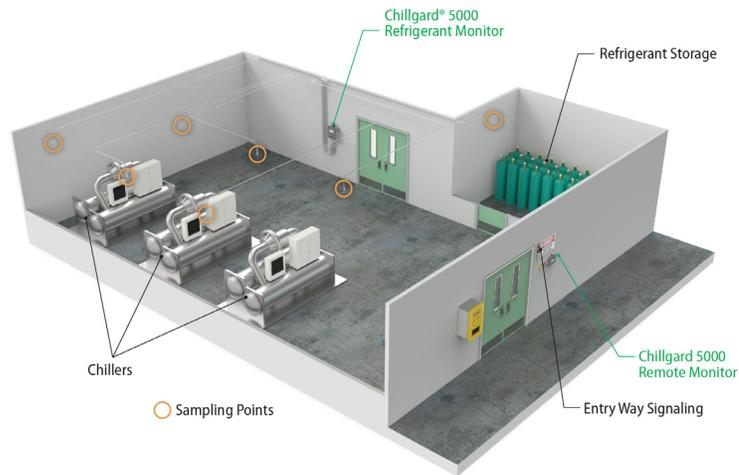

Fig. 8 Lugar de montaje (amoniaco)
- Para el amoníaco, monte las líneas cerca del techo (Fig. 8).